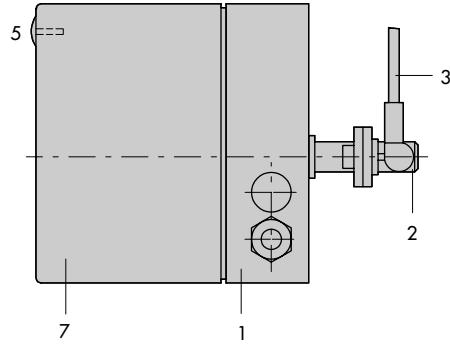

Bild 3 · Typ 5801-4
In Bild 3 ist der Drehantrieb (1) Typ 5801 gezeigt. Er besteht aus einem Magnetläufer-Synchronmotor und einem wartungsfreien Getriebe, das über eine Kupplung mit der Ausgangswelle (2) und dem Hebelgestänge (3) verbunden wird.